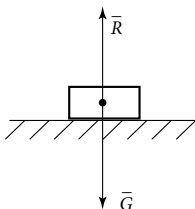

Рис. 22
Книга лежит на поверхности стола и не может перемещаться под действием силы тяжести вниз. Стол будет являться **связью** для книги (рис. 22).
**Связь** — это тело, которое ограничивает свободу движения другого тела (рис. 22).